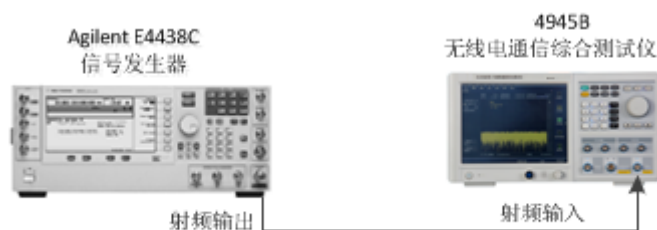

图5.5 射频接收仪器连接示例图
本节主要介绍 4945B/C 无线电通信综合测试仪的射频接收相关操作，在示例中选用了 Agilent E4438C 信号发生器产生射频信号，仪器连接如图 5.5 所示。开机预热 15 分钟后，点击触摸屏上右侧菜单栏的【射频接收】功能选项，将仪器切换到射频接收性能测试模式。
- 1) 如图 5.5 连接仪器;